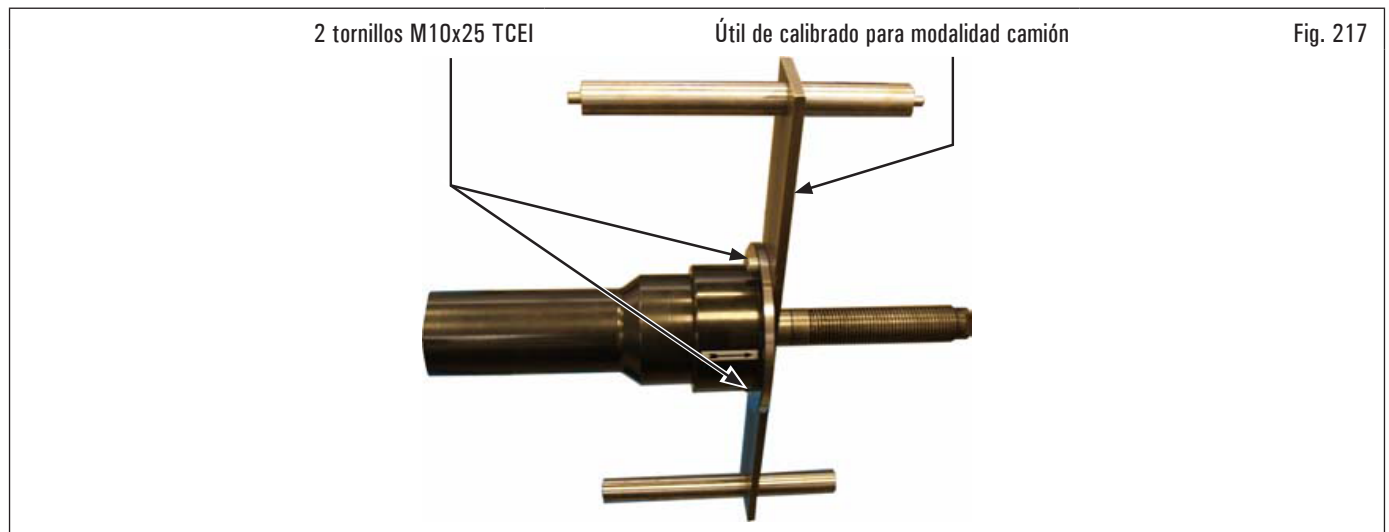

Fig. 217
1. Montar el útil de calibrado en el mandril y apretarlo con los dos tornillos suministrados (ver Fig. 217);